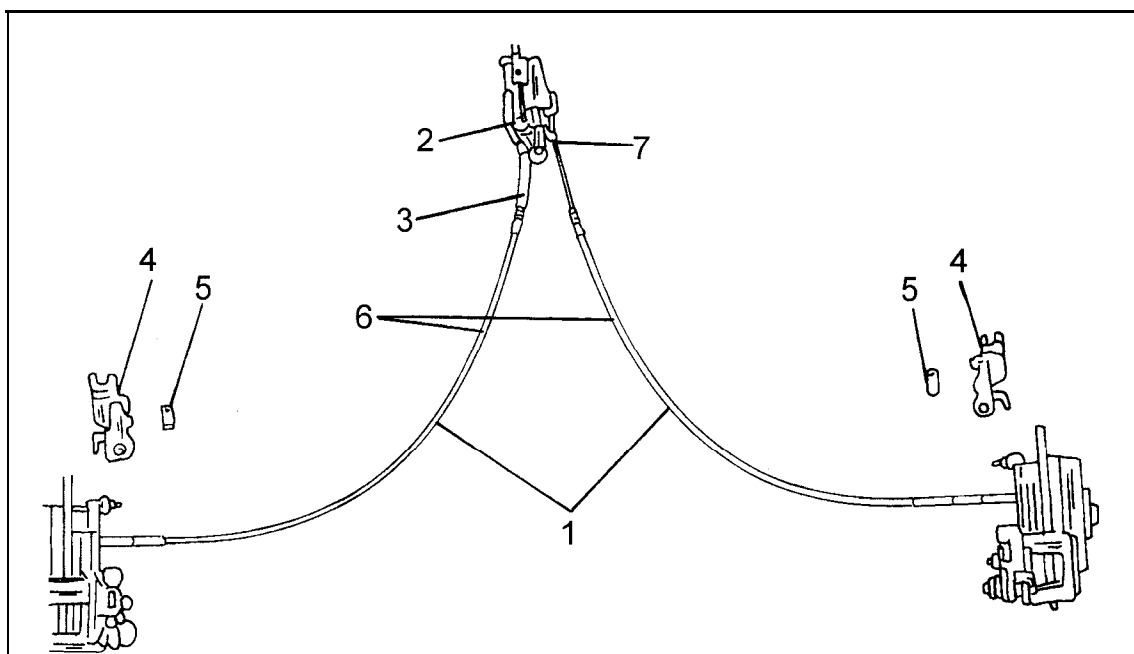

Bild 328
Bild 328 zeigt wie die beiden zu den Hinterradbremsen führenden Seileverlegt und befestigt sind. Im Gegensatz zum vorderen Seil lassen sich die beiden hinteren Seile, oder auch eines der Seile, ohne Schwierigkeiten erneuern. Die Arbeitsschritte sind auf beiden Seiten gleich.
- Die Einstellmutter (7) der Bremsseile lösen, bis die Handbremse locker sind.
- Das betreffende Bremsseil (1) vom Feststellbremsausgleichshebel aushängen. Dazu mit einem 13 mm-Gabelschlüssel die Einstellschraube verdrehen, bis das betreffende Seilende oder beide aus dem Hebel ausgehängt werden können.
- Bremsseil(e) von den Seilhalterungen freimachen. Diese sind an Stelle (6) in Bild 328 zu finden.